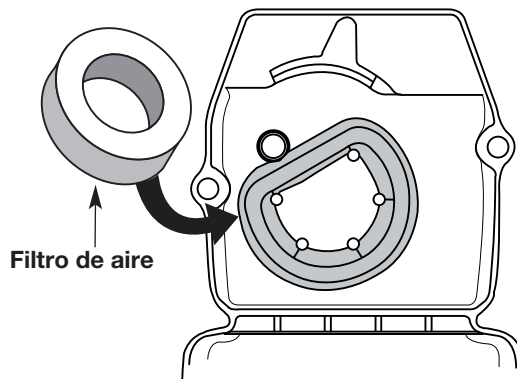

Fig. 24
2. Saque el filtro de aire de atrás de la cubierta del silenciador / filtro de aire (Fig. 24).
6. Vuelva a colocar el filtro de aire en la cubierta del silenciador / filtro de aire (Fig. 24).